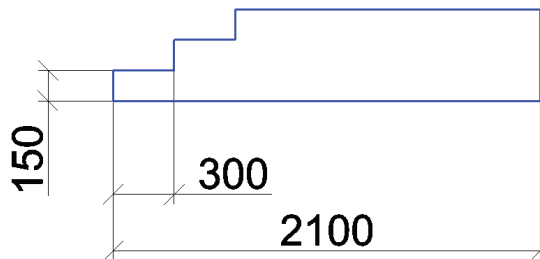

Рис. 196. Профиль крыльца
10.1. Установите стандартный вид Спереди  Спереди, выбрав его из списка панели Вид. Командой Отрезок начертите изображение по размерам, приведенным на рис. 196.
**ОБЛАСТЬ** Выберите объекты: окном выберем вычерченный профиль крыльца (см. рис. 196).